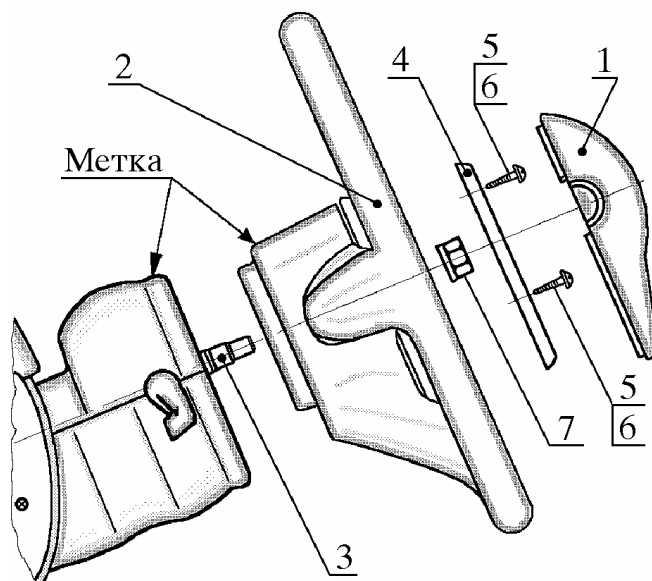

Рис. 7. Снятие рулевого колеса с вала рулевой колонки:
8.1.1. Снять накладку 1 (рис. 7) с рулевого колеса 2
8.1.4. Нанести мелом метку положения рулевого колеса на верхний кожух и сам руль, как показано на рис. 7